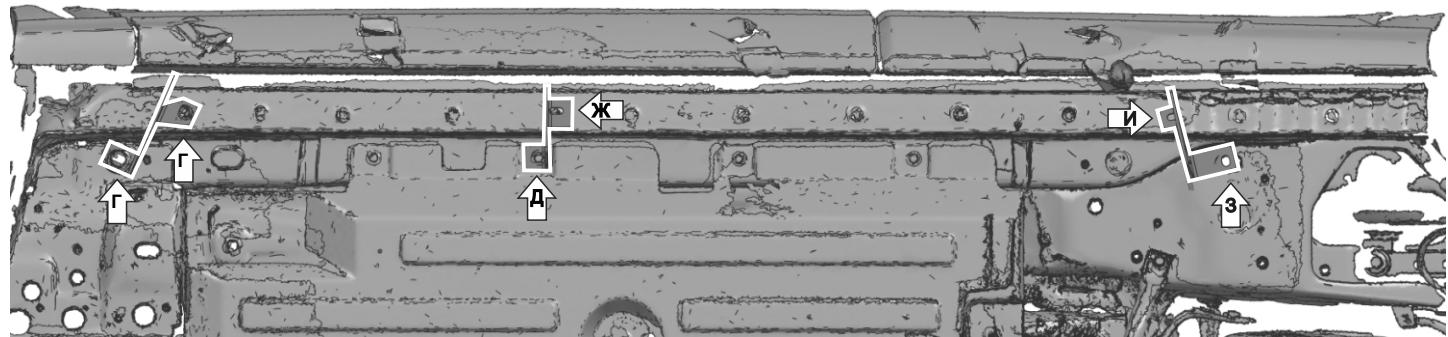

Рис. 3
- Установить **передние** кронштейны: используя болты M8x30 и шайбы 8 ув. в точке (Г) (Рис. 3).
- Установить **средние** кронштейны: в точке(Д) использовать болт M6x30 и шайбу 6 ув., в точке (Ж) использовать болт M8x30 и шайбу 8 ув. (Рис. 3).
- Установить **задние** кронштейны: в точке (З) использовать болт M10x25 и шайбу 10 ув. В точке (И) использовать втулку через неё просунуть болт M8x30 и шайбу 8 ув. (Рис. 3).